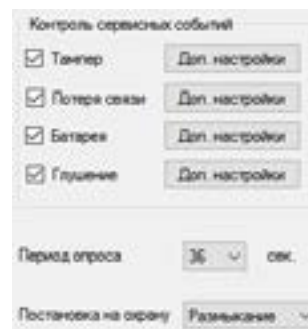

РИС. 23. Меню настройки сервисных выходов в закладке «Радиослейфы»
Будьте внимательны с настройками разных датчиков и их привязкой к зонам! Охранный датчик открытия двери/окна может быть настроен для работы в бистабильном режиме. Зона, в которую приписан такой датчик будет менять свое состояние в зависимости от состояния бистабильного датчика. Если зона, к которой приписаны датчики, работающие в импульсном режиме, и датчики, работающие в бистабильном режиме, активирована бистабильным датчиком, то сработки импульсных датчиков будут игнорироваться до тех пор, пока бистабильный датчик не войдет в нормальное состояние. Например, если к одной зоне приписаны датчики движения, всегда работающие в импульсном режиме, и датчик открытия двери, настроенный на работу в бистабильном режиме, то в случае, если дверь была открыта, но не была закрыта – зона активируется и тревоги от датчиков движения приемником не воспринимаются! Если в помещении зафиксировано движение, а дверь при этом закрыта (бистабильный датчик в нормальном состоянии, зона не активна), то тревога, переданная датчиками движения, будет принята, охранный зона выдаст сработку. Не забывайте, чем больше период опроса (РИС. 23) датчиков в секундах (изменяется в интервале 12–300с, по умолчанию 36с), тем больше срок службы батареи на беспроводных датчиках! В то же время не рекомендуется использовать большой период опроса в критических к задержкам охранных системах, например, в финансовых учреждениях. Слишком большой период опроса увеличивает временной диапазон передачи статусов от датчиков, что влияет на оперативность реагирования системы охраны на сервисные события (на тревожные события система всегда реагирует мгновенно).
6.6. Четыре выхода (T, S, B, J) соответствуют сервисным зонам (РИС. 18). Сервисные зоны используются для передачи на центральную служебной информации. Работа сервисных выходов настраиваемая (РИС. 23), они могут быть импульсными или бистабильными. Предусмотрена возможность полного отключения сервисных выходов, если они не используются в охранной системе. Для отключения нужно убрать галочку из чекбокса напротив названия соответствующего выхода в конфигураторе (РИС. 23).